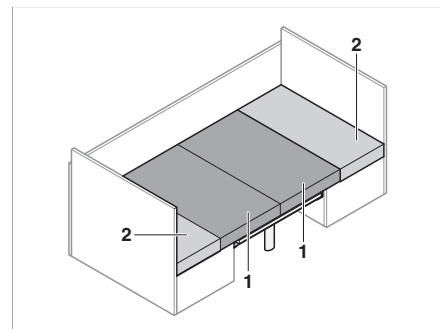

Fig. 70 Après la transformation
- Tirer les coussins d'assise (Fig. 70,1) vers le centre.
- Placer les coussins de dossier (Fig. 70,2) entre les coussins d'assise et la cloison.